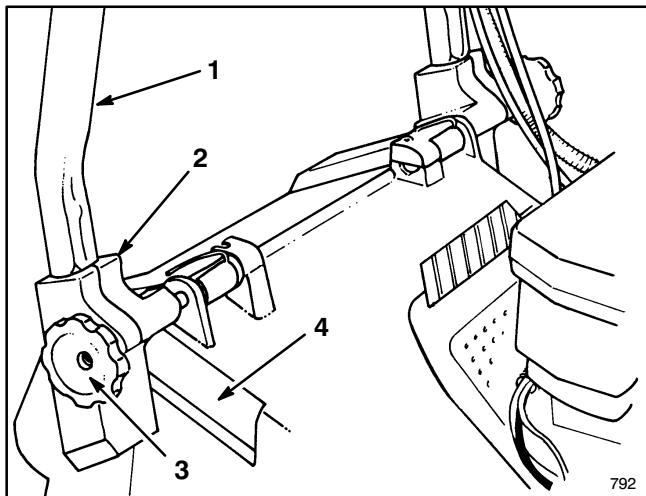
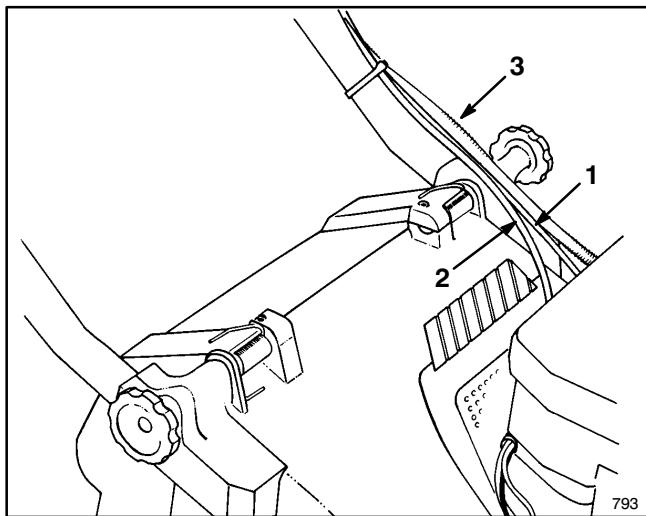

Figure 1 1. Mancheron 3. Boutons
Figure 2
1. MONTAGE DU MANCHERON—Desserrer les boutons des supports de montage (Fig. 1).
3. Insérer les extrémités du mancheron dans les trous des supports de montage, et les mettre bien en place dans les supports (Fig. 1). S'assurer que les câbles de commande des gaz, du démarreur (modèles à démarreur électrique) et de la traction reposent sur le support de montage de gauche (Fig. 2).
4. Pivoter le mancheron et les supports vers l'arrière pour insérer solidement les supports dans leurs logements (Fig. 2).